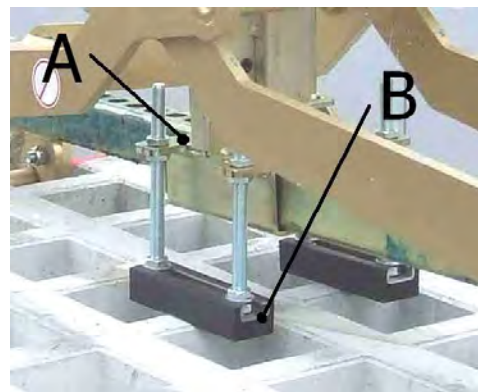

Fig. 1
Quando si utilizza l'apparecchio con elementi posti l'uno sopra l'altro, per la presa di singole lastre in pietra (poste l'una sopra l'altra), suggeriamo di utilizzare l'accessorio “supporto di regolazione dell'altezza”! – vedi Fig. 1
Quindi, l'altezza di presa deve essere regolata nuovamente per il sollevamento di elementi delle stesse dimensioni (vedi Fig 1).
- Il “supporto di regolazione dell'altezza (B) è attaccato al “piastra di montaggio del supporto (A) di regolazione dell'altezza” → vedi Fig. 1
- Regolare il “supporto di regolazione dell'altezza (B) con viti di regolazione e verificare che entrambi i “supporti di regolazione dell'altezza (B)” abbiano la stessa altezza e che le barre dei tamponi siano posizionate al centro dello spessore della pietra. → vedi Fig. 1